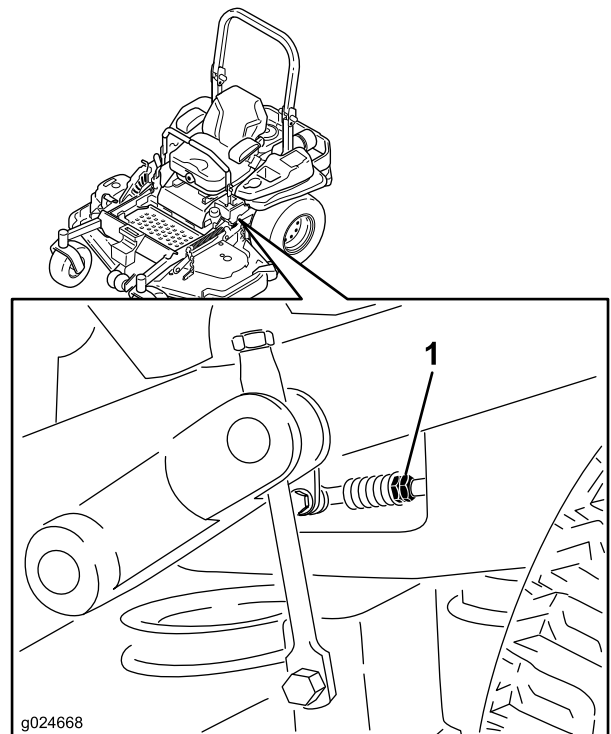

Bild 76
8. Stellen Sie die Länge der Pumpenschaltstange ein, indem Sie die Doppelmuttern an der Stange so weit in die entsprechende Richtung drehen, bis sich die Räder leicht zurückdrehen (Bild 76).